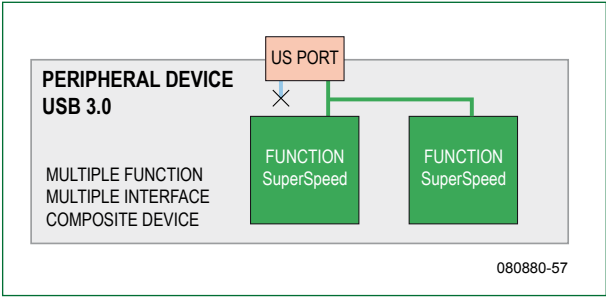

Figure 7.
- Appareil multifonctions, multi-interface. C'est un périphérique composite (Figure 7).